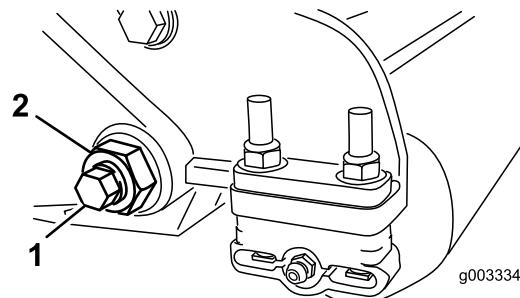

Figura 29
3. Desaperte a porca de bloqueio que segura a cavilha da barra de apoio, em cada um dos lados da máquina (Figura 29).
| 4. Remova cada uma das cavilhas da barra de apoio, de modo permitir puxá-la e retirá-la da máquina (Figura 29). | |